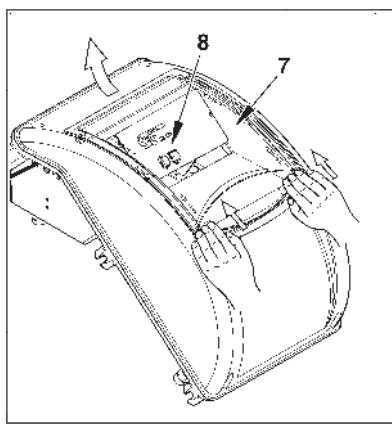

Рисунок 4
- 4) Для закрытия крышки электрического щита, закрутите 4 винта (1), используя момент затягивания, равный приблизительно 5 Нм, для обеспечения правильного уплотнения. Теперь можно получить доступ к панели управления (8), отцепливая прозрачное окошко (7) лёгким надавливанием руки в направлении стрелок, как указано на рис. 4. Подождите, пока окошко немного продвинется, после чего отделите его от крышки.